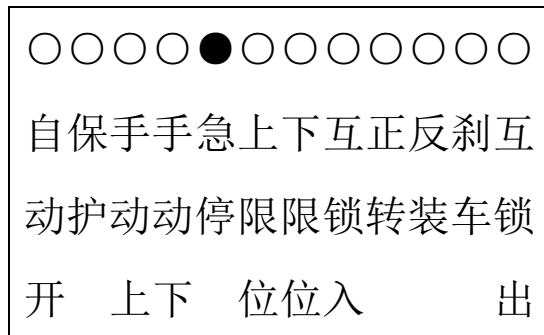

图 2-2
2).按“↑”“↓”键可以切换成输入输出端子状态界面，实心圆表示有信号，空心圆表示无信号输入或者输出，如图 2-2 所示。